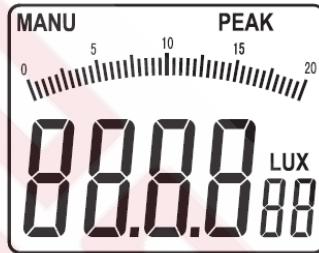

Рисунок 3-1-2B
- Нажмите и удерживайте кнопку «REL/PEAK» в течение одной секунды, и прибор переключится в режим измерения пиковых значений. В верхней правой части дисплея появится индикатор «PEAK», и одновременно с ним в верхнем левом углу дисплея появится индикатор «MANU» (см. рисунок 3-1-2B).